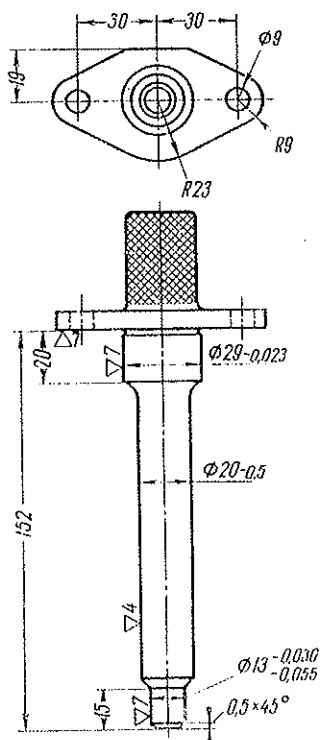

Bild 87 Zentrierdorn für Ölpumpe
a) Den in Bild 87 gezeigten Stift in die Sitzstelle für den Zündverteilerantrieb stecken und mit Muttern festschrauben;